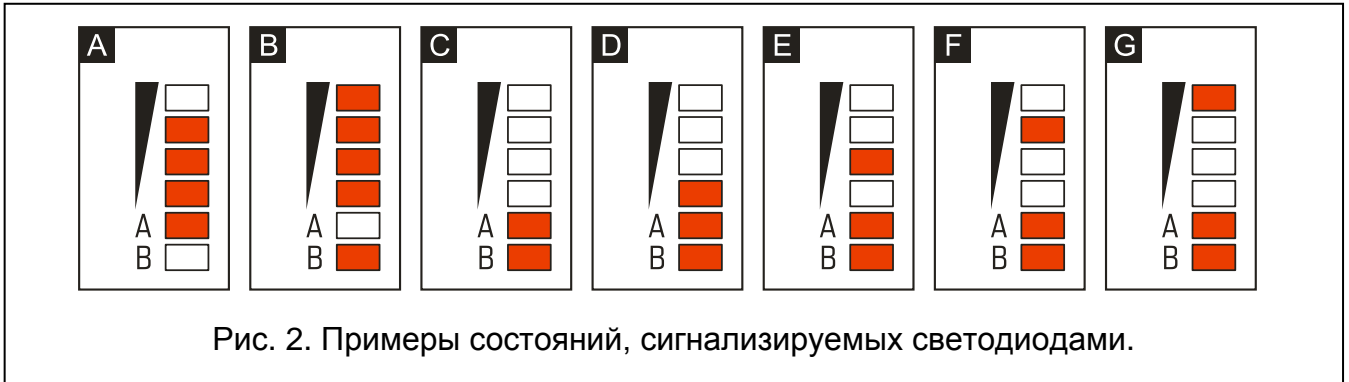

Рис. 2. Примеры состояний, сигнализируемых светодиодами.
- 3 - **светодиоды**, отображающие состояние модуля. Светодиод А мигает во время передачи по GPRS-каналу. Светодиод В мигает в случае отправки SMS-сообщения или звонка, осуществляемого модулем (тестовая передача CLIP). Остальные светодиоды индицируют уровень сигнала, принимаемого телефоном GSM. Одновременное мигание светодиодов А и В индицирует подключение к сети GSM. В случае проблем с подключением к сети GSM, мигание остальных светодиодов индицирует аварии (см.: рис. 2).
Дополнительную информацию об авариях показывают светодиоды на плате электроники (см.: рис. 2).
Если PIN-код SIM-карты не будет совпадать с кодом, записанным в памяти модуля, то об этом сообщат светодиоды на плате электроники (см.: рис. 2 пример F). Очередная попытка ввести PIN-код произойдет через 30 секунд. После третьей попытки ввода неправильного PIN-кода SIM-карта будет заблокирована. Ввести PUK-код и снять блокировку SIM-карты можно после того, как переставить SIM-карту в сотовый телефон.